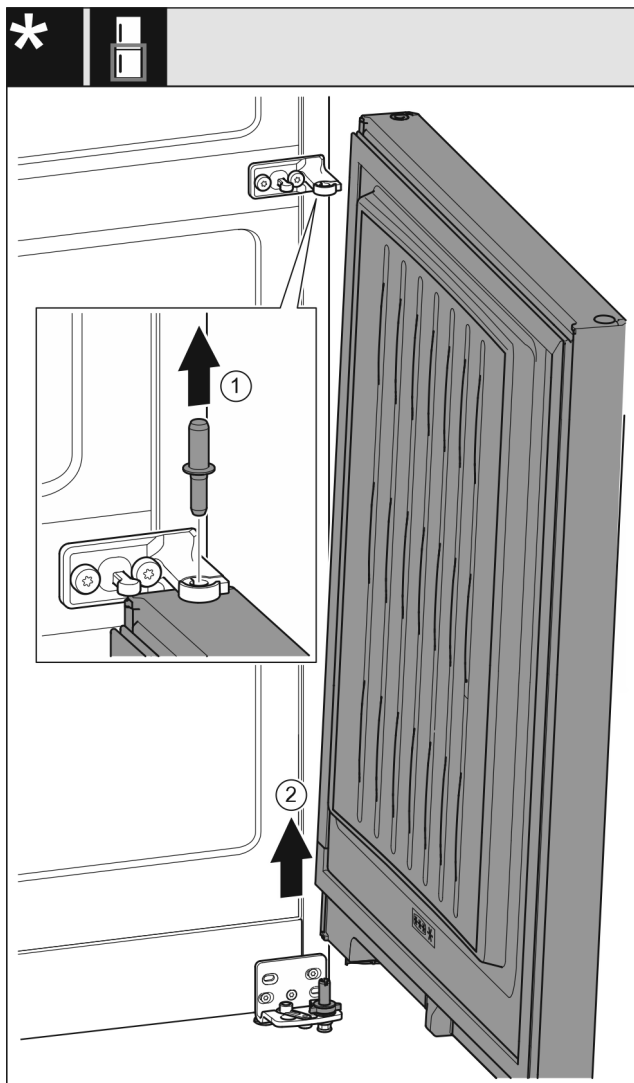

Fig. 8
- ▶ Čep vytáhněte nahoru. Fig. 8 (1)
- ▶ Dveře kyváním vysaďte a odložte stranou. Fig. 8 (2)